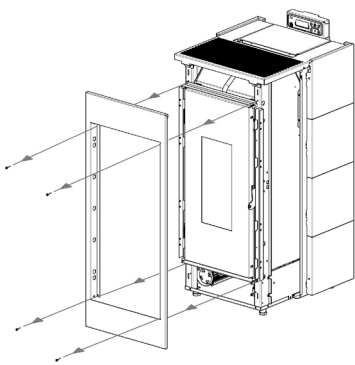

Fig. 37 - Verwijdering voorpaneel
- Verwijder het voorpaneel: draai de 4 schroeven los (zie **Fig. 37**).